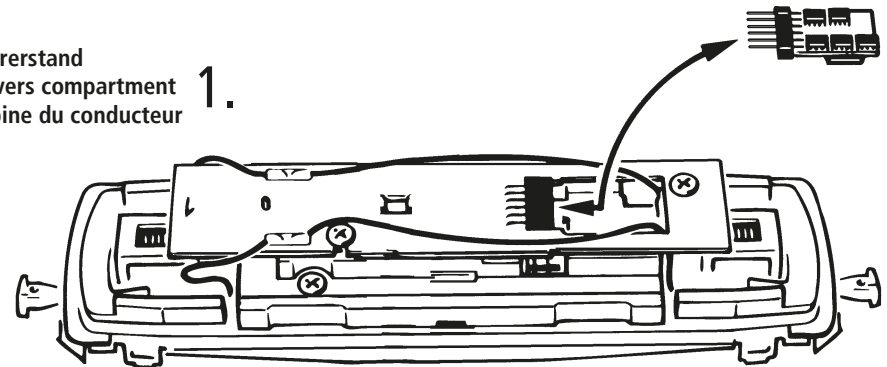

Fig. 6
**1. Reinigung der Radstromkontakte:** Radstromkontakte können auf unsauberen Schienen leicht verschmutzen. Entfernen Sie **vorsichtig** mit einem kleinen Pinsel **den Schmutz** an den in Fig. 6 gekennzeichneten Stellen.
**1. Cleaning of wheel contacts:** Wheel contacts easily get dirty on tracks which are not entirely clean. Use a small brush to **remove dirt** from spots marked in fig. 6.
**1. Nettoyage des lames de courant aux roues:** Les lames de contacts risquent de s'encrasser rapidement sur des voies poussiéreuses. Veuillez **enlever la poussière** aux endroits marqués à la fig. 6 à l'aide d'un petit pinceau souple.